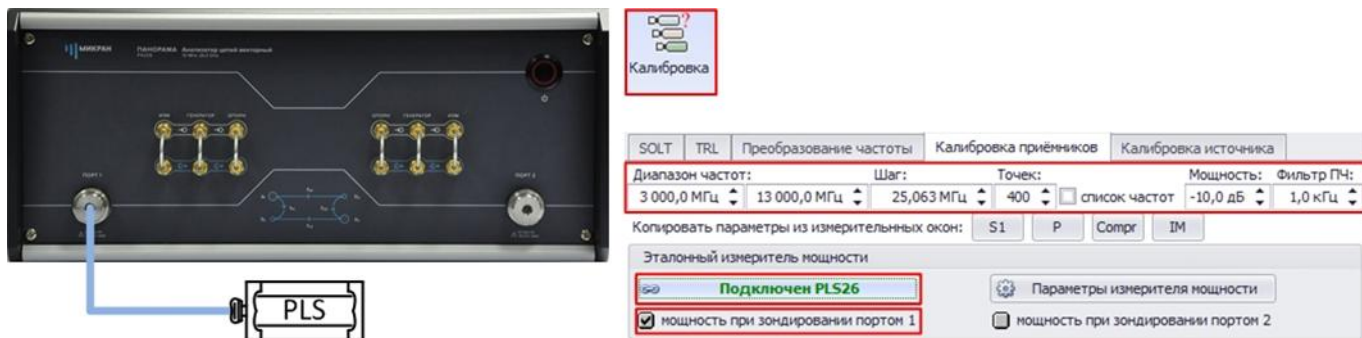

Рис. 10. Подключение измерителя мощности PLS26 к ВАЦ. Калибровка мощности при зондировании портом 1
11.1. Подключите измеритель мощности к первому порту ВАЦ (рис. 10). В окне «Калибровка» откройте вкладку «Калибровка приёмников». Установите частотный диапазон и мощность сигнала для проведения калибровки (3...13ГГц, -10дБм). Частотный диапазон при калибровке должен включать в себя частоты зондирующего сигнала и промежуточную частоту. Подключите измеритель мощности в программном обеспечении и проведите калибровку мощности при зондировании портом 1;